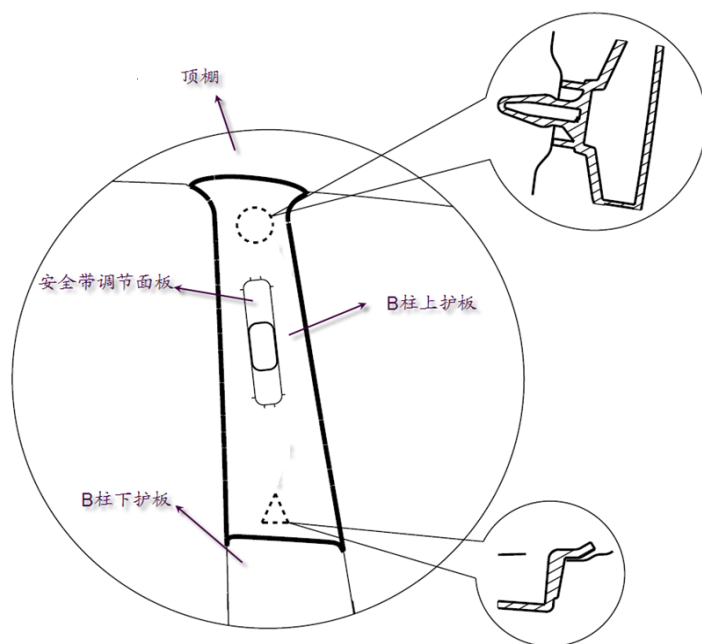

图5 B柱上护板拆卸过程
1. 使用缠有保护胶带的一字螺丝刀在图5所示的卡脚处沿与钣金垂直的方向往外翘起使卡脚与钣金分离，然后在图5所示卡脚处向上拉动使其从钣金分离，即可拿下B柱上护板。